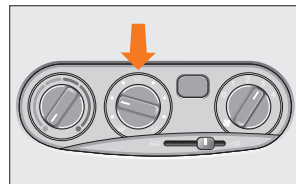

Рис. 49. Средний вращающийся переключатель
**Средний вращающийся переключатель: Распределение воздуха (рис. 49).**